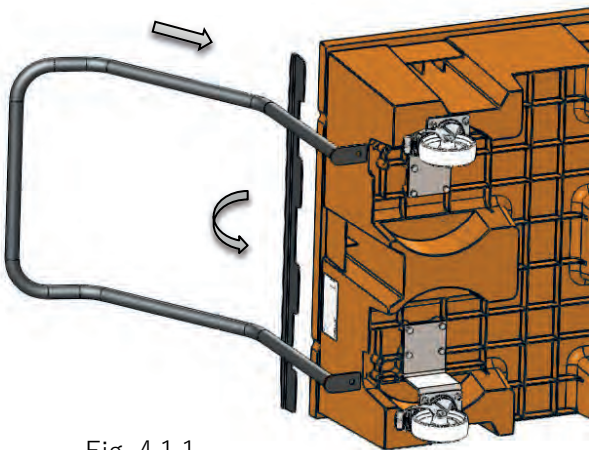

Fig. 4.1.1
- agganciare il maniglione di spinta (Fig. 4.1.1)